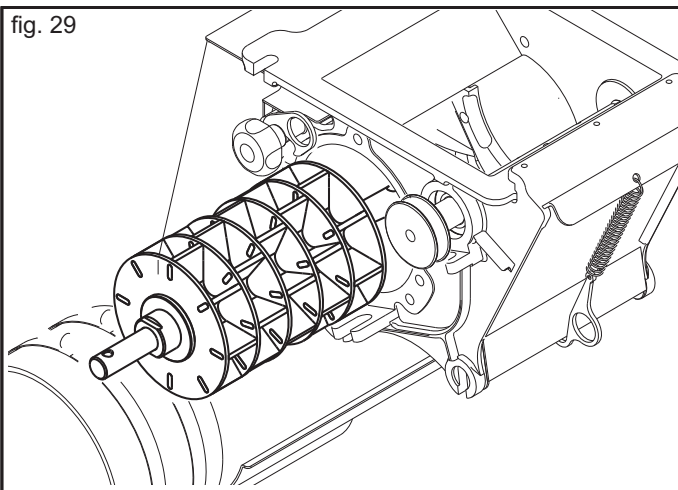

fig. 29
- 2) Handrad weit loesen oder ganz abschrauben. (Fig. 29) (siehe Kapitel 4.4.1).